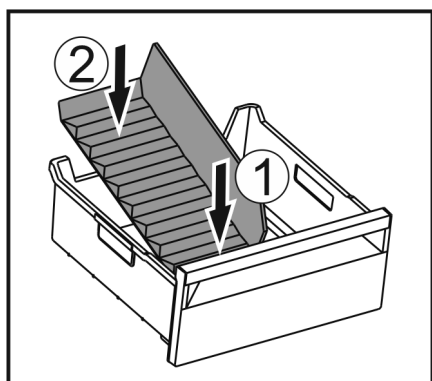

Fig. 140
- ▶ 装入冰格分隔器前部。 Fig. 140 (1)
- ▶ 将冰格分隔器后部放低至抽屉底板。 Fig. 140 (2)